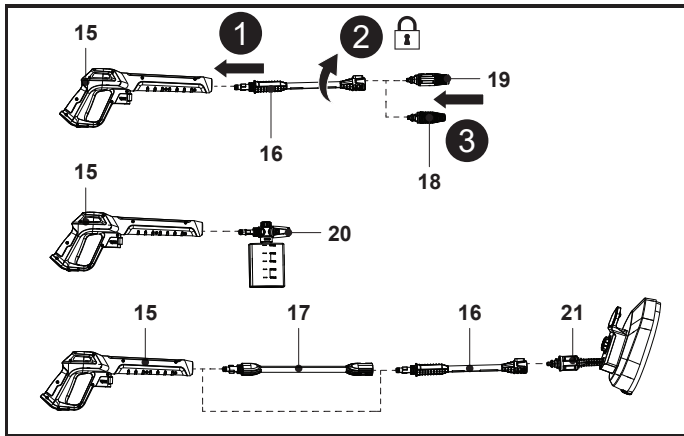

Fig. 5
1. Alinee e inserte la lanza de prolongación (16) en el orificio de la pistola pulverizadora (15) (Fig. 5, paso 1).
2. Presione y gire a mano la lanza de prolongación (16) hacia la derecha contra la pistola pulverizadora (15) hasta que quede fijada en su sitio (Fig. 5, paso 2).
3. Alinee las dos pestañas de la boquilla con las ranuras de la lanza de prolongación (16) y, a continuación, inserte la boquilla turbo (18) o la boquilla variable (19) hasta el final (Fig. 5, paso 3).
4. Alinee las dos pestañas de la boquilla de la botella de detergente (20) con la pistola pulverizadora (15) y, a continuación, presione y gire a mano la boquilla de la botella de detergente (20) hacia la derecha contra la pistola pulverizadora (15) hasta que quede fijada en su sitio.
5. Puede montar el cepillo de patio (21) en la lanza de prolongación (16) y, a continuación, montar la combinación directamente en la pistola pulverizadora (15) o con la barra de extensión (17).